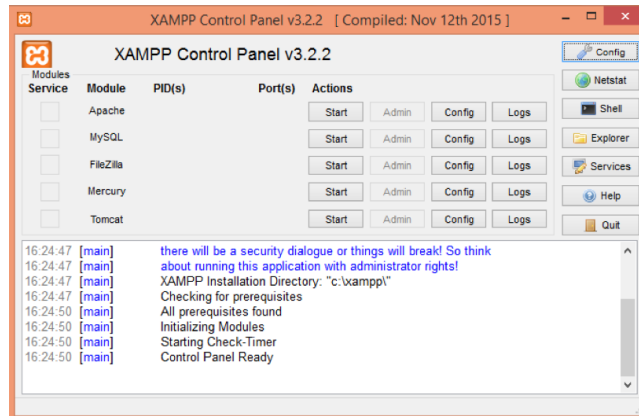

Figura 1.6: XAMPP Control Panel
- Aprire XAMPP Control Panel e selezionare la lingua. Verrà mostrata la schermata in Figura 1.6.